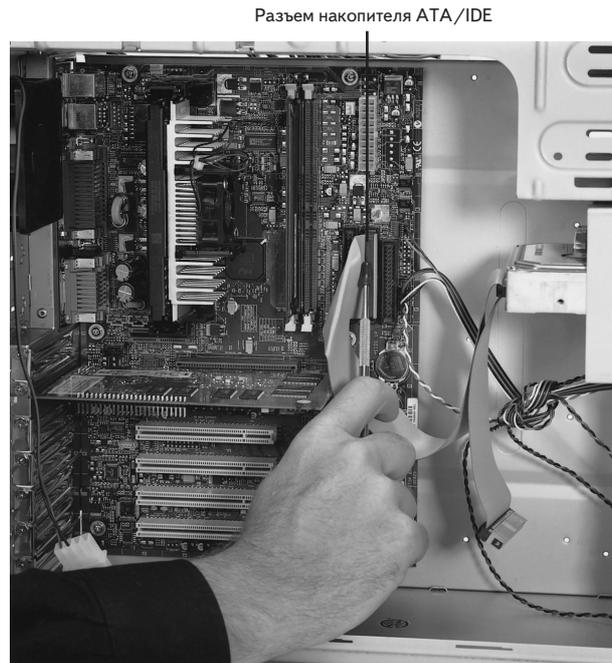

Рис. 24.19. Подключение устройств с интерфейсом IDE
2. Теперь подключите устройства с интерфейсом IDE: накопители на жестком диске, CD-ROM и на магнитной ленте (рис. 24.19). Они подключаются плоским IDE-кабелем к расположенным на плате 40-контактным разъемам главного и подчиненного IDE-контроллеров. Обычно жесткий диск подключается к главному контроллеру, а CD-ROM или ленточный накопитель — к подчиненному.